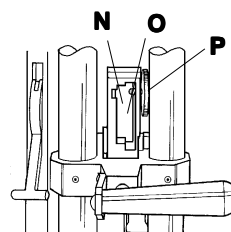

Figure 14
The cutting head has two positions for the **PILLAR POSTS (N)** and **(O)**, **FIGURE 14**. The hardboard cutting **PILLAR POST** fits in position **(O)**, on the right, while the glass cutting, plastic scoring and mounting board **PILLAR POSTS** locate in the left slot **(N)**. The **SPEED SCREW (P)** locks the **PILLAR POST** in place. You can not insert a **PILLAR POST** in the wrong slot.
Am Schneidekopf befinden sich zwei Positionen für die **Halter, (N)** und **(O)**, wie **Abbildung 14** zeigt. Der Hartfaserplattenhalter paßt in Position **(O)** auf der rechten Seite. Die **Halter** zum Schneiden von Glas, Karton und Anreißen von Plastik werden im rechten Schlitz **(N)** befestigt. Die **Schnellschraube (P)** hält den **Halter** fest. Es ist nicht möglich, einen **Halter** in einem falschen Schlitz zu befestigen.
La tête de coupe a deux positions pour les **OUTILS (N)** et **(O)**, **FIGURE 14**. L'**OUTIL** pour la coupe de panneaux MDF se place dans la position **(O)** située sur la droite, tandis que les **OUTILS** pour la coupe sur verre et sur panneaux de montage ainsi que l'**OUTIL** pour l'entaille du plastique se placent dans la fente de gauche **(N)**. La **VIS DE SERRAGE (P)** maintient les **OUTILS** à leur place. Il est impossible d'introduire un **OUTIL** dans la mauvaise fente.